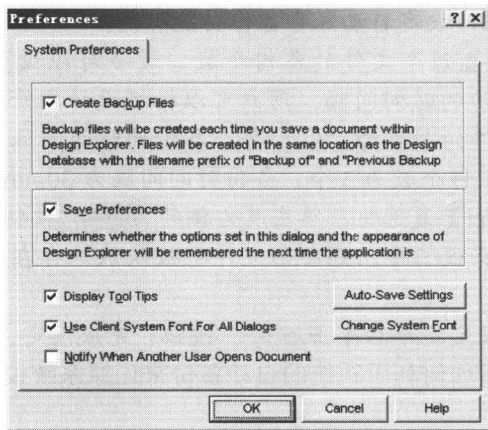

图1-3 修改字体后的对话框
4. 重复第 1 步的操作，用户会看到以上操作所得到的效果，如图 1-3 所示，此时每个按钮及复选框上的文字都可以完全显示出来。
2. 系统弹出系统参数对话框，如图 1-3 所示，在该对话框中单击 **Auto-Save Settings** 按钮。